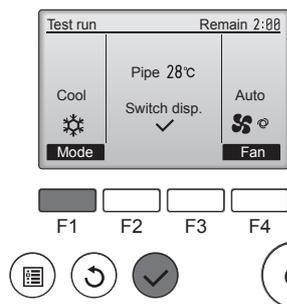

Fig. 7-6
- 1 Нажмите кнопку , чтобы выбрать режим работы Cool (Охлаждение) или Heat (Нагревание). (Fig. 7-6)